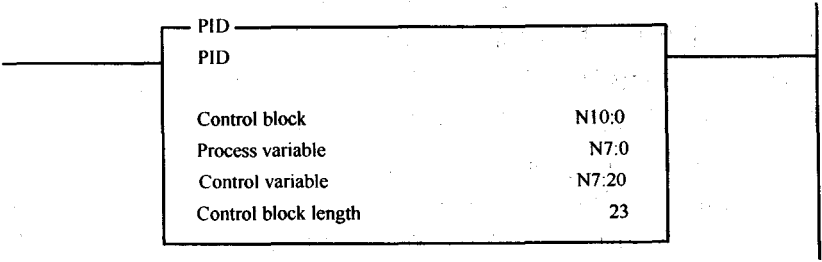
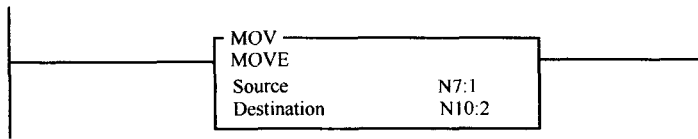

图 12-42 Allen-Bradley SLC 500 PID 指令
图 12-44 用 MOVE 指令把设定值写入 SLC500 整型控制块中
SLC 500 的 PID 指令，如图 12-42 所示，以 16 位有符号整型数进行计算。在任何一种模式下，当控制逻辑为真时，PID 指令不是每个扫描循环都执行的，它按照一定的时间间隔进行，我们在后面将会看到。SLC 500 PID 指令中通常使用相关增益方程，如下：
控制块应存储在整型存储区。图 12-42 中指令的第四行不能改变，因为它可以提醒程序员要有 23 个连续的数据字被 PID 指令占用，程序员向数据画面中输入数据也可以通过用户程序来实现①。图 12-43 给出了数据画面，其中显示了大部分（但非全部）程序员想监控和更改的数据。有些入口在其后面的括号里给出了相应的助记符（例如设定值 (SP)）或是在显示值的后面给出（例如，time mode bit : 1 TM）。用户程序只能用具体的地址来访问这些单元，而不能通过助记符。例如，程序需要改变被控过程的设定值，程序员就要知道设定值是写在了控制块的第三个数据字中（如上例中的 N10 : 2，因为那里的控制块是从 N10 : 0 开始的），然后编写一个 MOVE 指令，如图 12-44 所示，把新的设定值写入 N0 : 2。SLC500 PID 指令控制块的结构如图 12-45 所示。